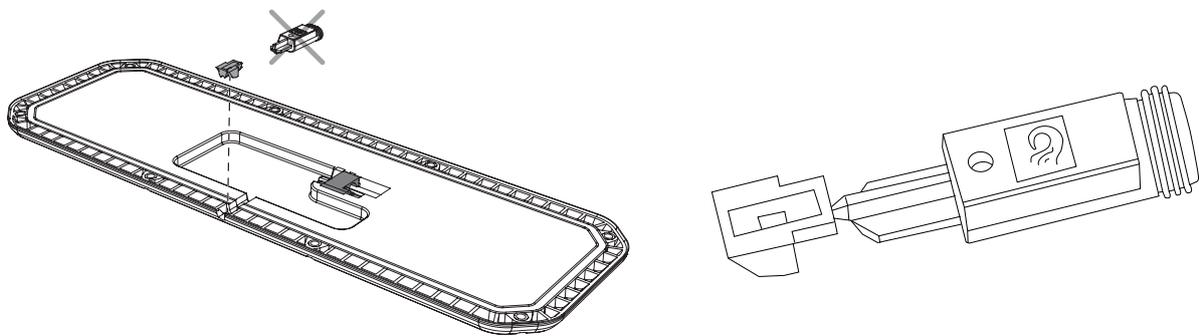

Abbildung 48. Montage der Abdeckung zur Abdichtung der UCU.
4. Brechen Sie den äußeren Teil des Steckers vorsichtig ab und stecken Sie ihn in die Aussparung. Abbildung 48